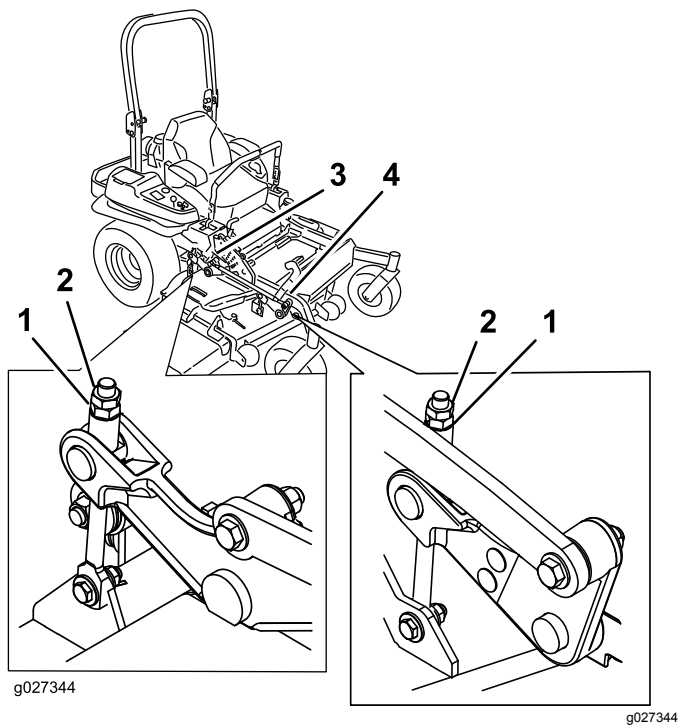

Figura 98
10. Gire la tuerca de ajuste del conjunto de elevación de la carcasa delantera para modificar la altura (Figura 98).
16. Gire el tornillo de ajuste hasta obtener una altura de 8.3 cm ($3\frac{1}{4}$ ") (**Figura 98**).